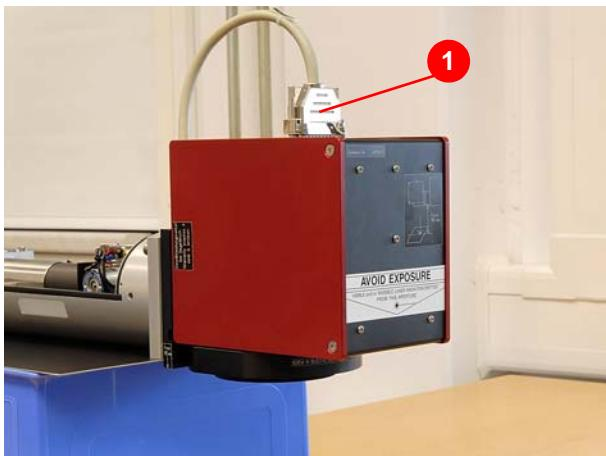

Abbildung 6.2 Anschlußstecker Galvokopf
1. Anschlußstecker des Galvokopfes (1) (Abbildung 6.2) lösen und abziehen.